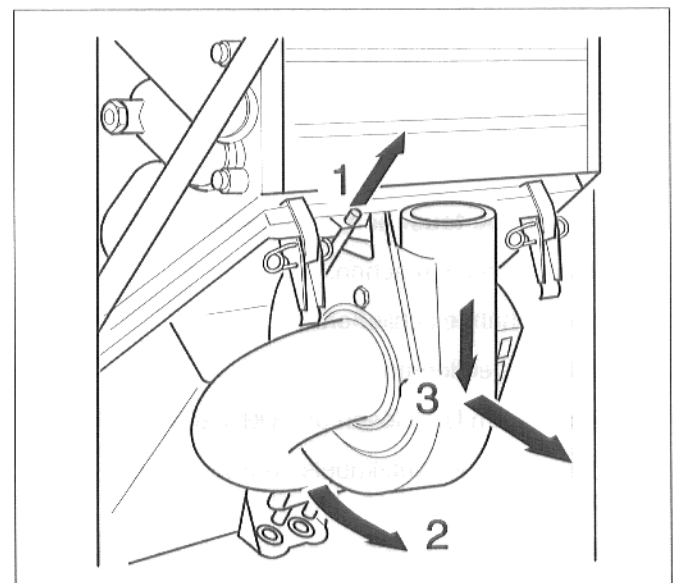

Abb. 14 Gebläse mit Aufhängung entnehmen
- Gebläse nach oben schieben (Abb. 14, Pos. 1).
- Gebläse unten nach vorn schwenken (Abb. 14, Pos. 2) und nach unten und vorn (Abb. 14, Pos. 3) herausnehmen.